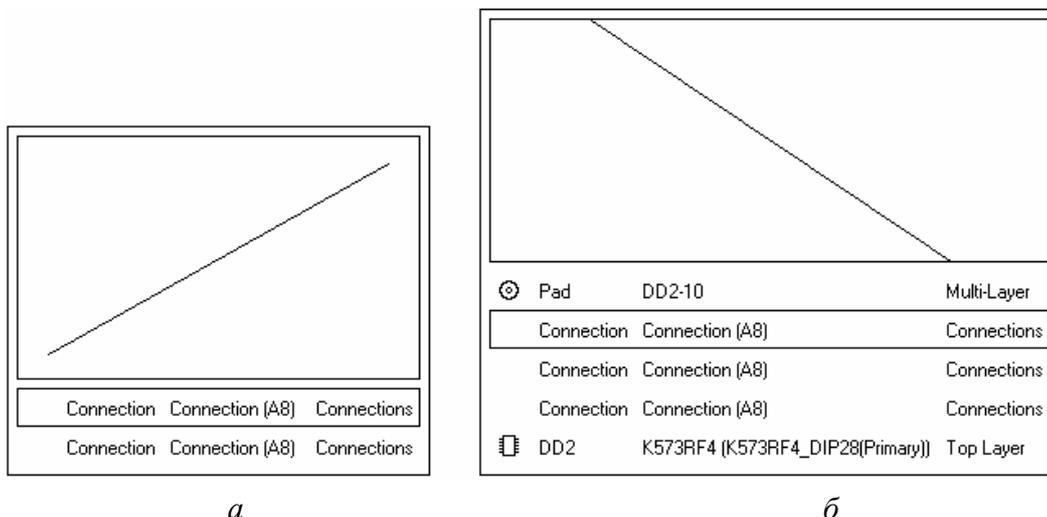

Рис. 7.26
- Connection – трассировка связи, соединяющей контакты двух компонентов (остальные участки цепи не трассируются). При указании курсором на контакт, от которого связь уходит в одну сторону, трассировка выполняется автоматически по щелчку левой клавиши мыши. При указании курсором контакта, от которого связь расходится в разные стороны, открывается диалоговое окно, в котором приводится перечень сегментов выбранной связи и графическая иллюстрация их расположения на плате (рис. 7.26, a);
конечный контакт, принадлежащий данной цепи. В случае указания на контакт, от которого линии связи расходятся в разные стороны, активизируется диалоговое окно, рис. 7.26, б, в котором надлежит выбрать один из сегментов электрической связи, образующей цепь. Цепь разводится целиком;